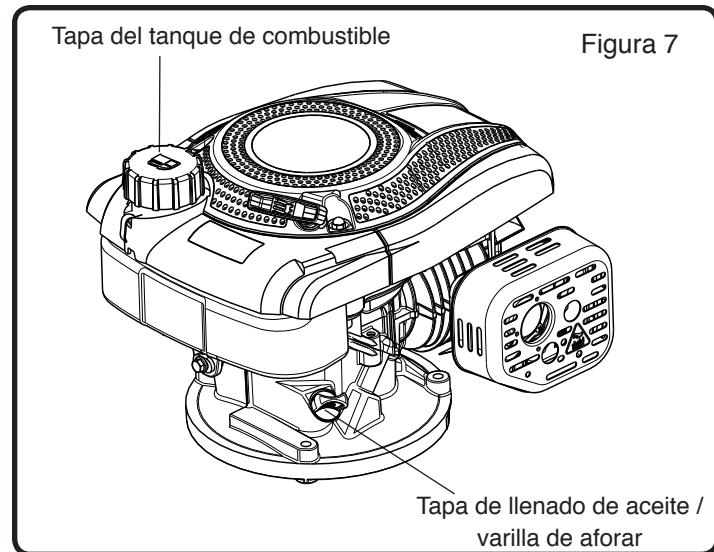

Figura 7
2. Retirar la tapa de llenado de aceite / varilla de aforar y enjugarla con un paño. Consultar la figura 7 para determinar la ubicación de la varilla de aforar.
1. Limpiar la superficie alrededor de la tapa de combustible para evitar contaminación. (Véase la figura 7)
**Nota:** Consultar la figura 7 al seguir los pasos siguientes:
3. Retirar la varilla aforadora. (Véase la figura 7)